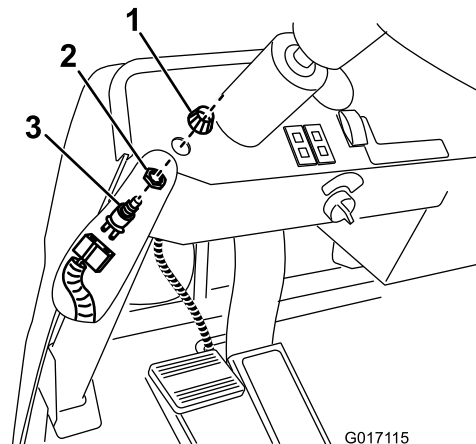

図 3
3. スイッチのボディから出ているねじ山部分に、平たい、大きい六角ナットを通す (図 3)。
5. このコネクタ (スロットが 2 つの平たいコネクタ) をホーンスイッチに接続する (図 3)。
- スイッチアセンブリを、ダッシュボードに開けた取り付け穴に、裏側からはめ込む（図 3）。
- ホーンのフェースナットをスイッチのねじ部にねじ込んでアセンブリをダッシュボードに固定する（図 3）。